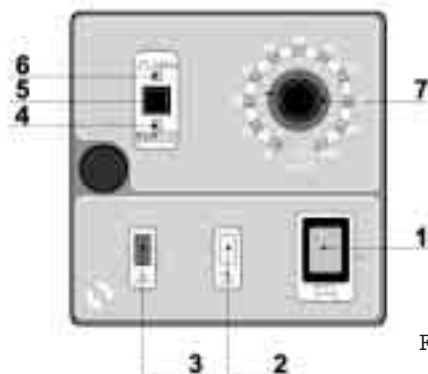

Fig. 14
7.3 - COMANDI (Fig. 14)
7.4 - DESCRIZIONI COMANDI POMPA (Fig. 14)